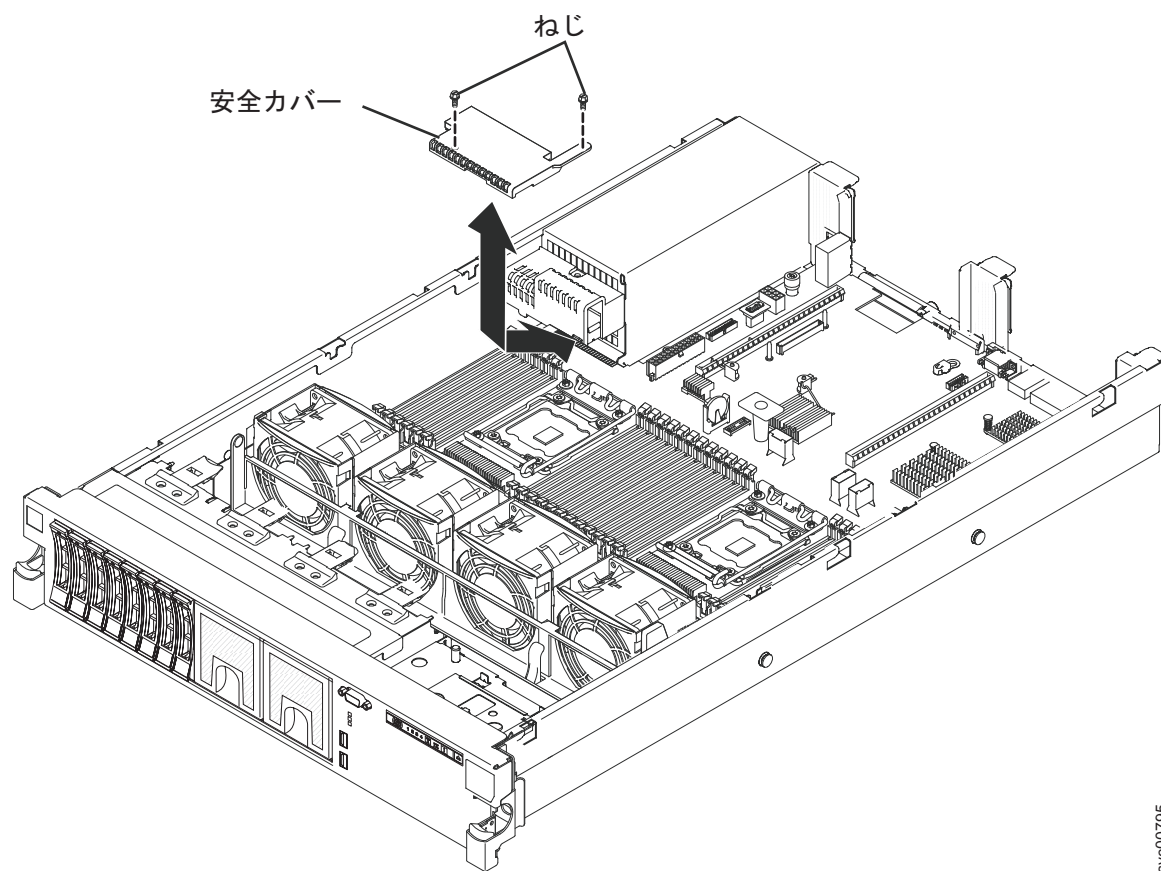

図 71. SAN ポリウム・コントローラー 2145-DH8 240 VA 安全カバーの交換
1. 図 71 に示すように、安全カバーの下部にあるタブを、システム・ボード上のスロットに合わせて挿入します。